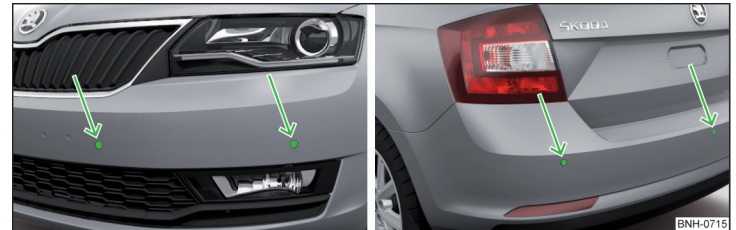

Abb. 199 Verbauort der Sensoren auf der linken Fahrzeugseite: vorn/hinten
- Die Systemsensoren » Abb. 199 auf Seite 180 sauber, schnee- sowie eisfrei halten und mit keinerlei Gegenständen abdecken, anderenfalls kann die Systemfunktion eingeschränkt sein.
Das System berechnet mithilfe von Ultraschallwellen den Abstand zwischen dem Stoßfänger und einem Hindernis. Die Ultraschallsensoren befinden sich je nach Fahrzeugausstattung im hinteren bzw. auch im vorderen Stoßfänger » Abb. 199.